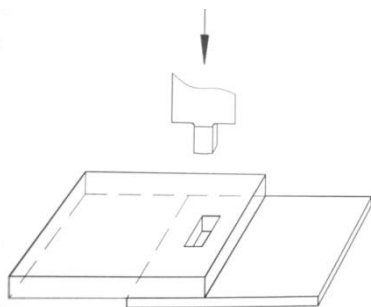

Рис.12
- При соединении листов различной толщины, более тонкая деталь должна находиться со стороны матрицы Рис.12